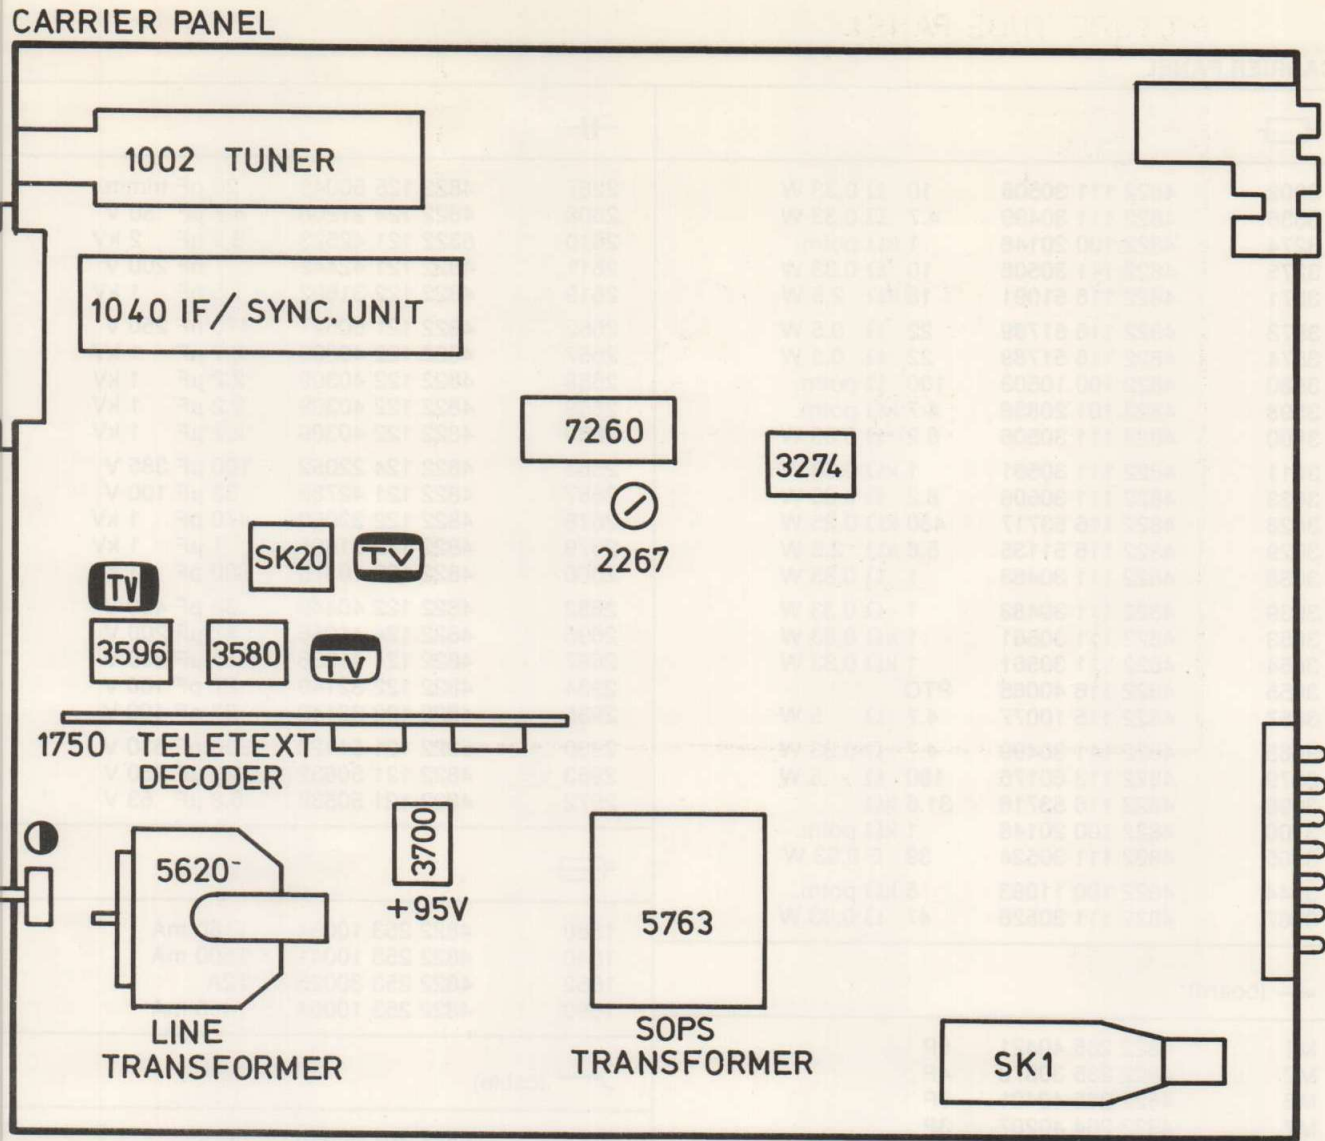

Fig. 4
- A. INSTELLINGEN OP HET HOOFDPANEEL (fig. 4)**